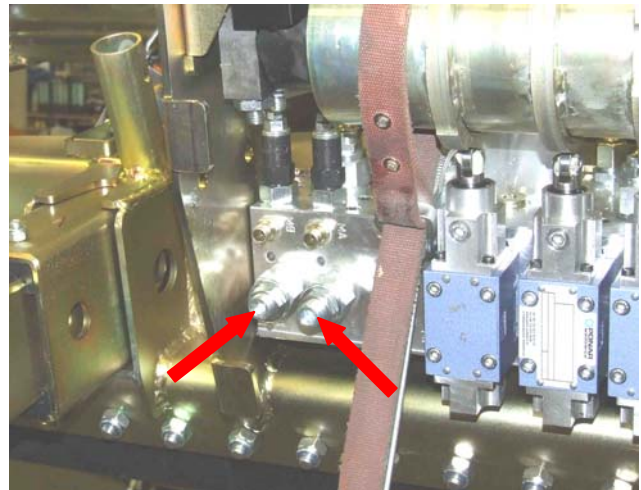

Fig.4
4. Irrota molemmat hydrauliliitokset → Fig.4